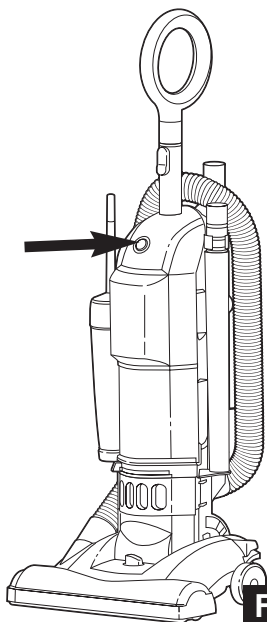

FIG. 7
ON/OFF Switch. International symbol I means On, International symbol O means Off (FIG. 7).
Sélecteur Marche/Arrêt. Le symbole international (I) signifie « Marche ». Le symbole international (O) signifie « Arrêt » (FIG. 7).
Interruptor de corriente. El símbolo internacional I significa prendido, el símbolo internacional O significa apagado (FIG. 7).